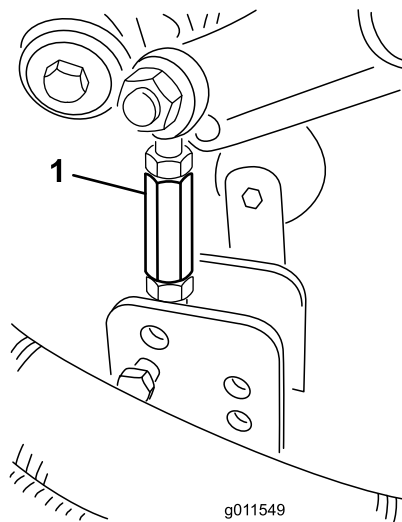

Figura 3
1. Retire el pasador y la chaveta que sujetan el enlace de ajuste de la altura de corte al soporte de ajuste de la altura de corte en la carcasa (Figura 3).